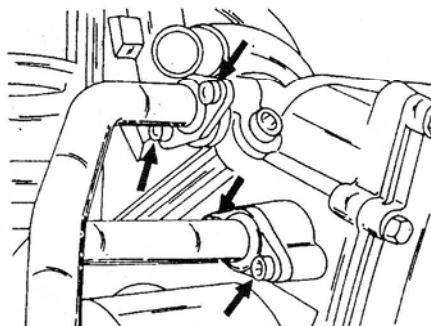

Рис. 91. Маслопроводы крепятся к корпусу масляного фильтра четырьмя болтами с внутренними шестигранниками.
- Установка корпуса масляного фильтра производится в обратной последовательности. Болты крепления корпуса, имеющие внутренний шестигранник, затягиваются моментом 25 Нм. Подсоединение маслопроводов к корпусу фильтра производится с установкой уплотнительных колец круглого сечения. При сборке они всегда заменяются. Вставить маслопроводы в корпус фильтра и затянуть два болта каждого маслопровода (рисунок 91) моментом 10